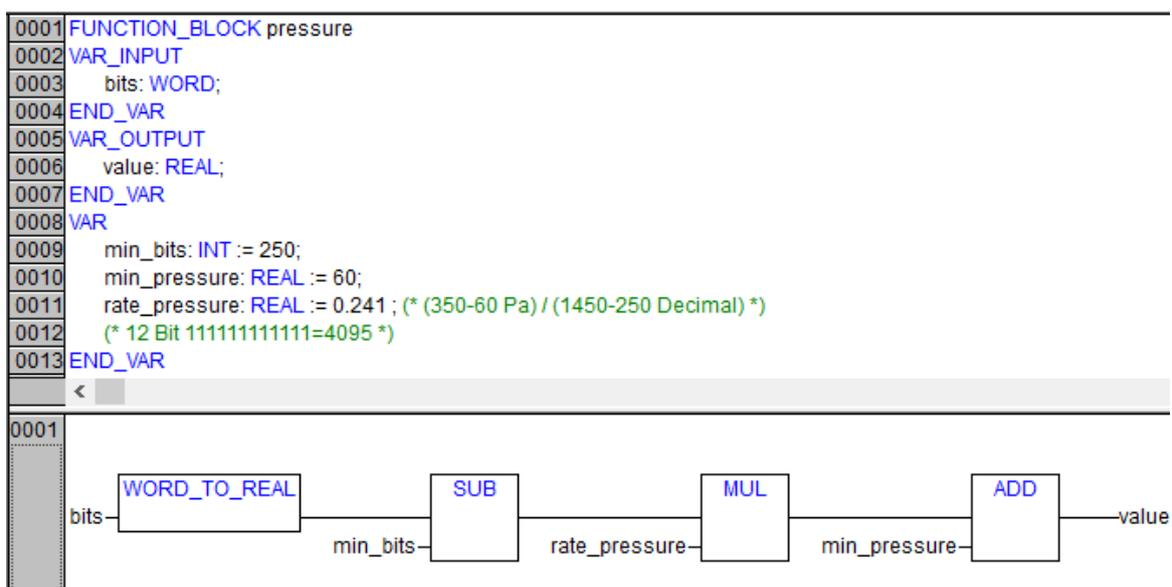

Рис. 30. Преобразователь давления на языке FBD
9. *Создайте функциональный блок преобразователя давления.* В первой системной вкладке, где список ROU, щёлкните правой клавишей мыши и в появившемся контекстном меню выберите команду «Добавить объект» (Add Object). В автоматически открывшемся диалоговом окне выберите тип объекта «Функциональный блок» (Function Block), задайте ему имя pressure и язык FBD. Программный код блока показан на рис. 30.